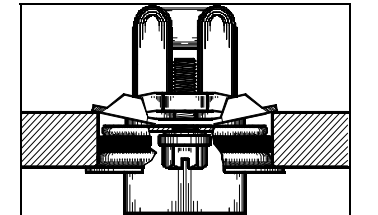

Figure 3 - Chauffe-bloc bien serré dans le bloc.
7. Serrez le vis de verrouillage dans le sens horaire, à un couple maximal de 2,26 à 2,82 N-m (20 à 25 po-lb) (fig.3).